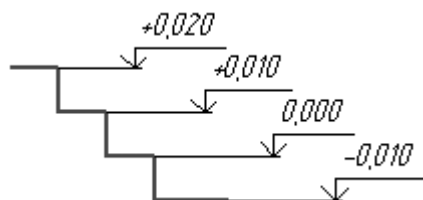

Рис. 2.45. Размер высоты
**Размер высоты** – позволяет создавать ряд размеров, обозначающих отметки высоты (рис. 2.45).